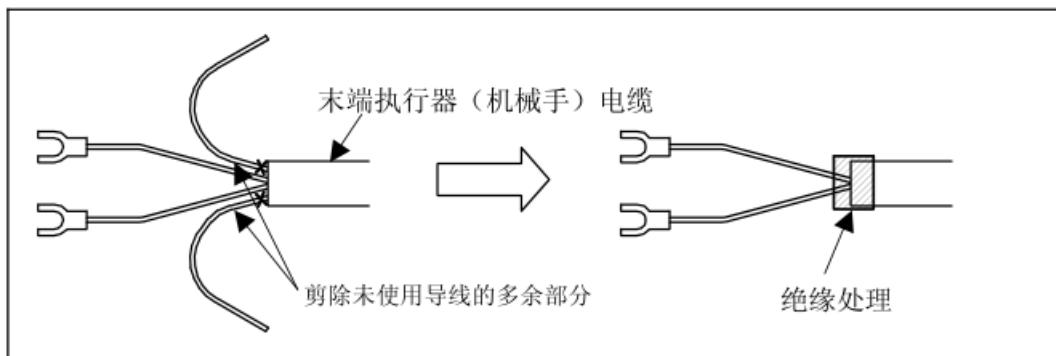

图5 末端执行器(机械手) 电缆的处理方法
- 请剪除末端执行器(机械手)电缆的未使用导线的多余部分并进行绝缘处理。如缠绕醋酸布胶带等。(见图5)